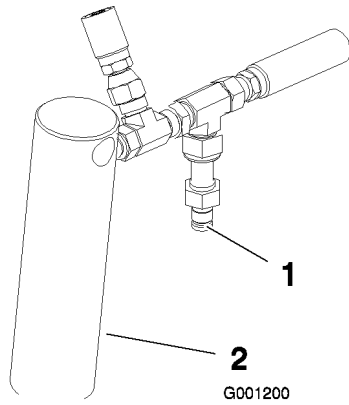

Figura 12
3. Ligue o indicador de pressão à porta de teste, atrás do cilindro de elevação da direita (Figura 12).